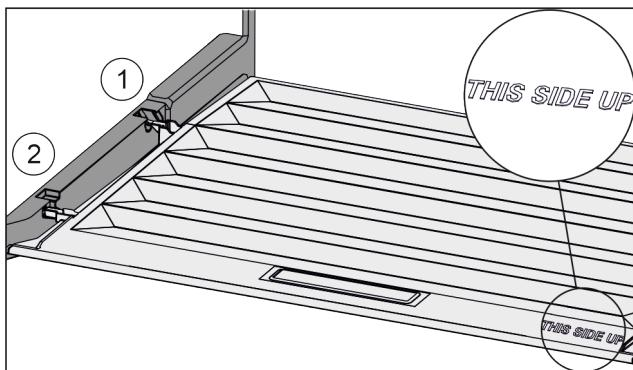

Fig. 44
- ▶ Вст авит ноперечні ребра через от вір заднього тримача Fig. 44 (1) і зафіксуват и спереду у тримачі Fig. 44 (2).